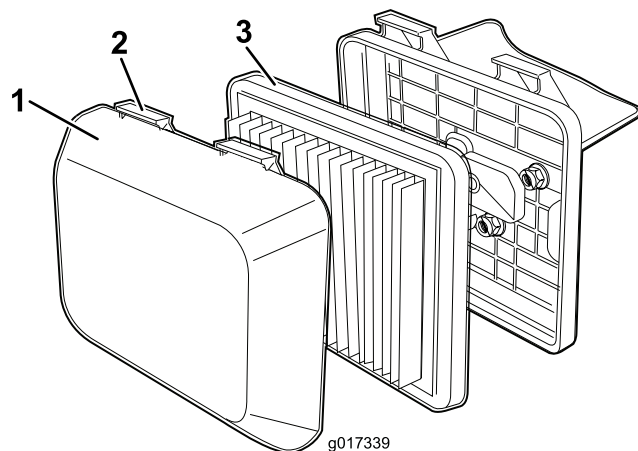

Figure 19
1. Appuyez sur les languettes de verrouillage en haut du couvercle du filtre à air (Figure 19).
3. Retirez le filtre (Figure 19).